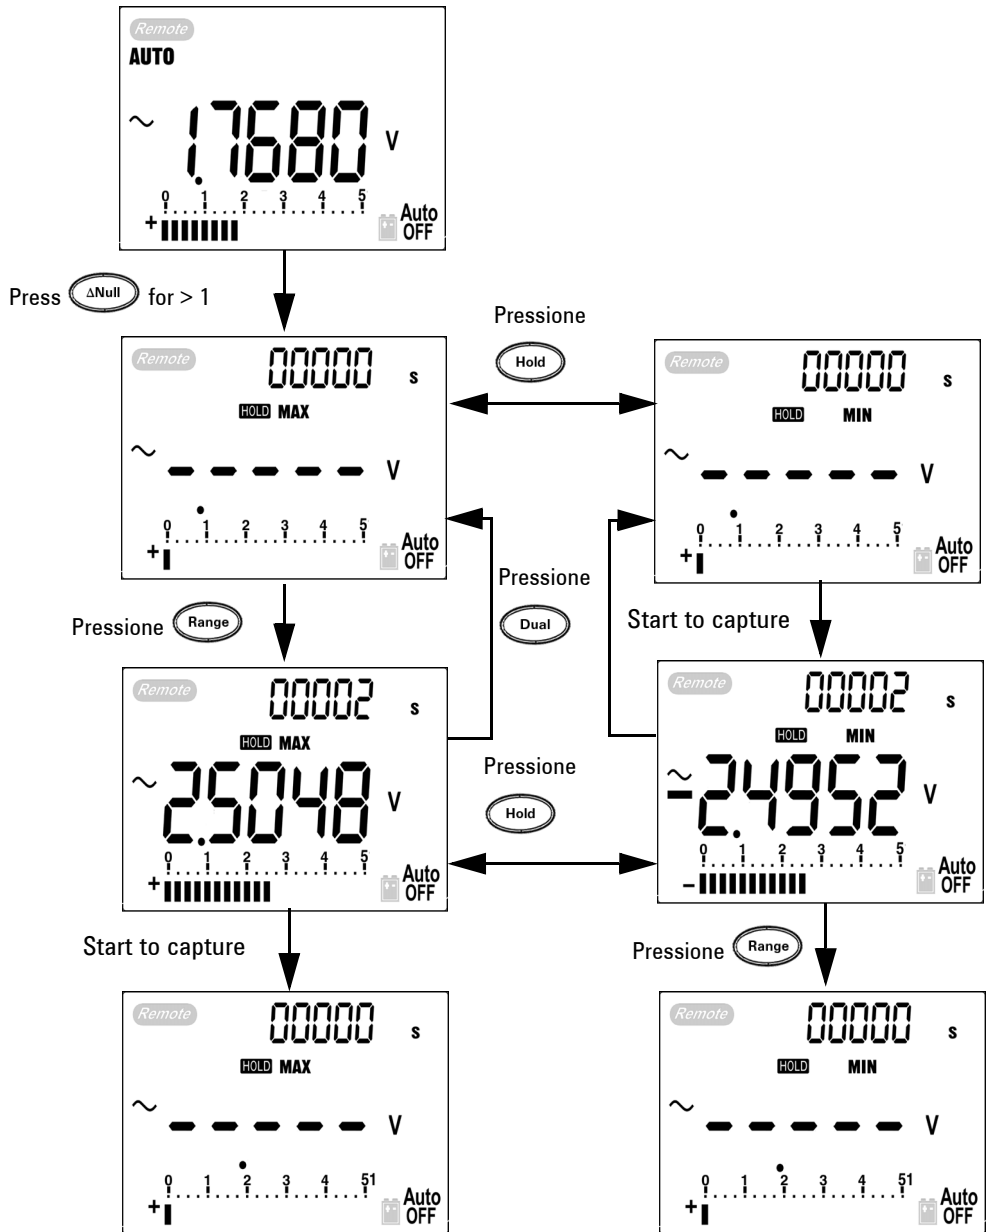

Figura 3-6 Operação do modo de Sustar pico 1ms
- 4 De acordo com as medições na Figura 3-6, o fator de crista será $2,5048/1,768 = 1,416$.